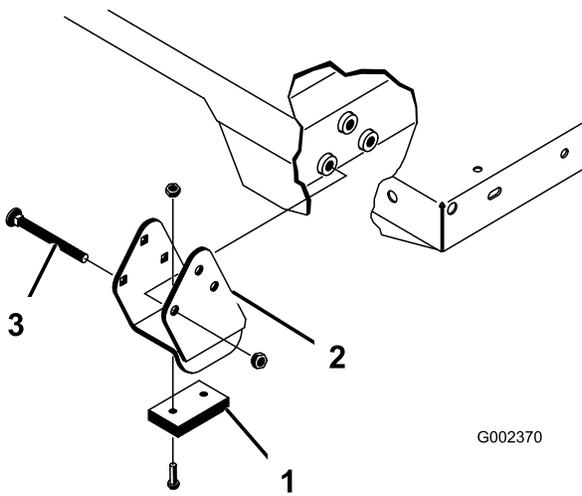

図 35
注 スペーサブラケットとウェアブロック(図 35)はキャリッジボルトで固定しますが、このボルトは必ず頭を機械内側に向けてください。
2. 荷台を慎重に車両フレームの上に乗せる。後部にある荷台のピボットプレートの穴とリアフレームチャンネル鋼材の穴を揃えて、クレビスピンとリンチピン各2個を取り付ける図35。
4. クレビスピンは荷台の外側から差し込み、リンチピンが荷台の外側に向いているようにする図35)。